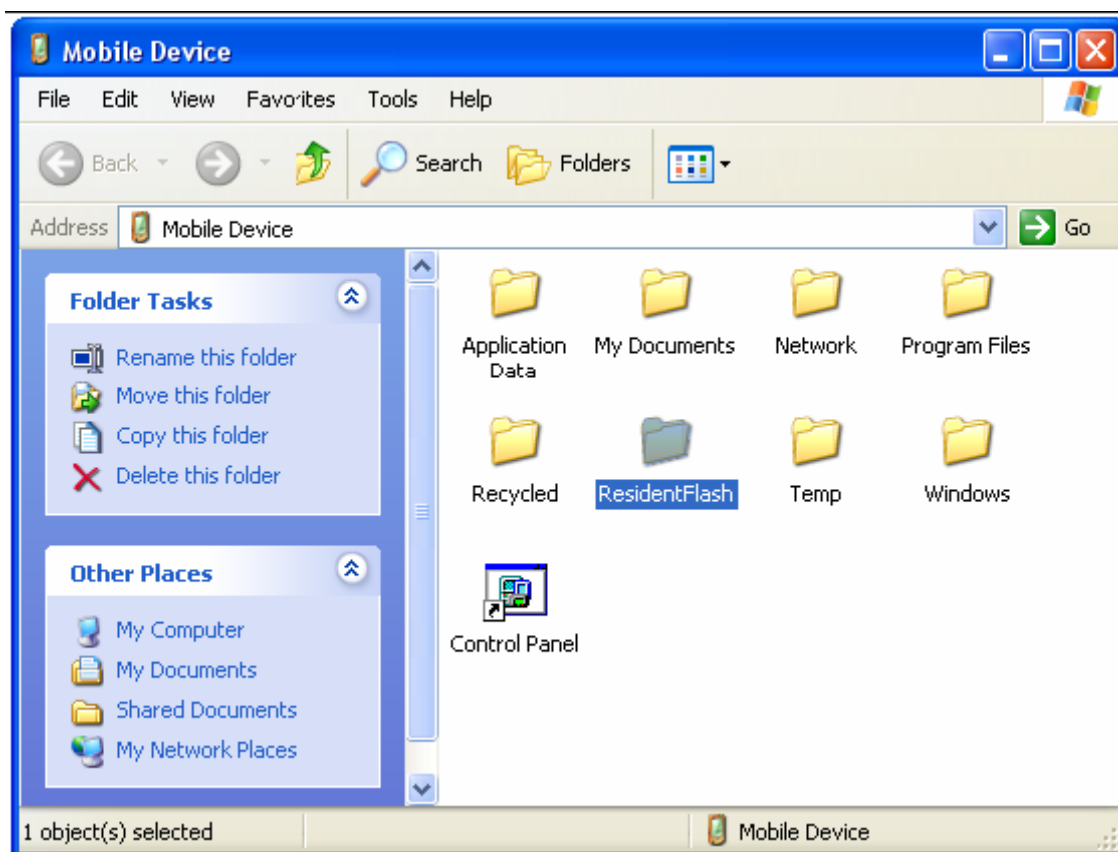

图 5.6 同步时显示的 WinCE 设备目录
5. 点击 ActiveSync 上的“浏览”按钮，在弹出的移动设备的窗口中，我们可以看到 SBC2440 WinCE 上的所有的目录和文件，并能够对它们进行文件的读写操作，如图 5.6 所示。